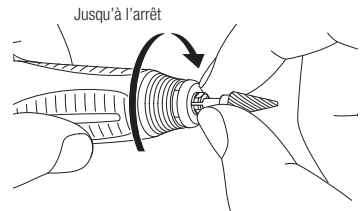

Fig. 9
- 3) Tournez le mandrin dans le sens des aiguilles d'une montre avec vos doigts jusqu'à ce qu'il s'arrête (Fig. 9). Ensuite, verrouillez la bague de verrouillage de la fraise pour maintenir fermement la fraise.